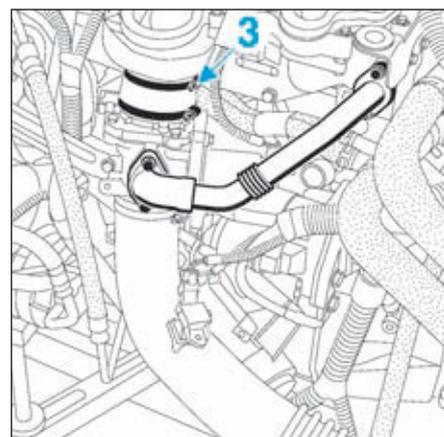

FIG.12
- Desserrer le collier (3) (Fig.12).